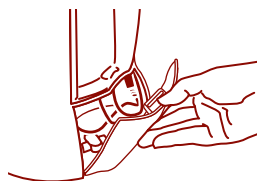

Figura 2
3. Retire la tapa de almacenamiento de cable deslizando hacia abajo la lengüeta de apertura ubicada en la tapa de almacenamiento de cable. Retire el cable de alimentación y enchufe la unidad en una toma de pared estándar de 120 voltios. Coloque la tapa de almacenamiento de cable y ponga el cable de alimentación en la ranura que se encuentra debajo de la lengüeta de apertura. *Figura 2*